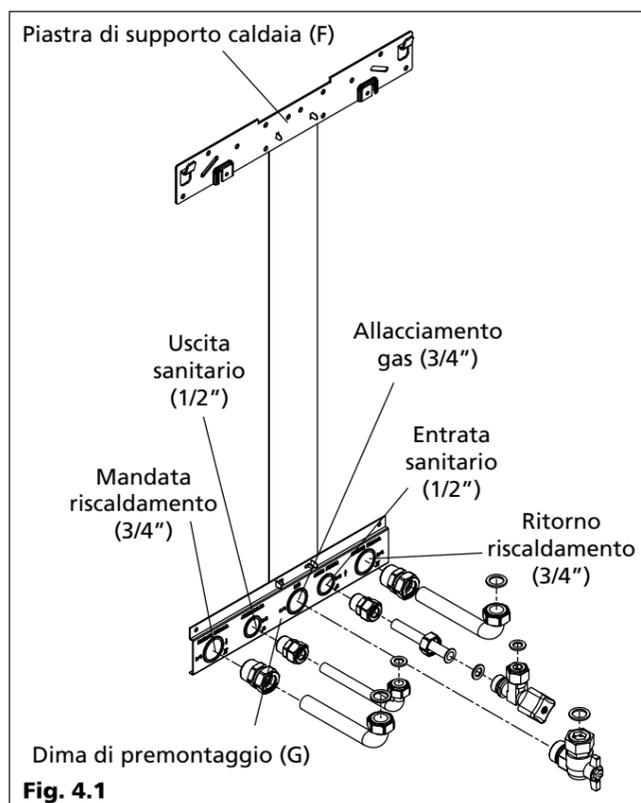

Fig. 4.1
4.1 Montaggio della piastra raccordi (Fig. 4.1)
Per l'allacciamento elettrico utilizzare il cavo alimentazione in dotazione (Fig. 4.1). Il termostato ambiente e/o l'orologio programmatore vanno collegati come indicato sullo schema elettrico.